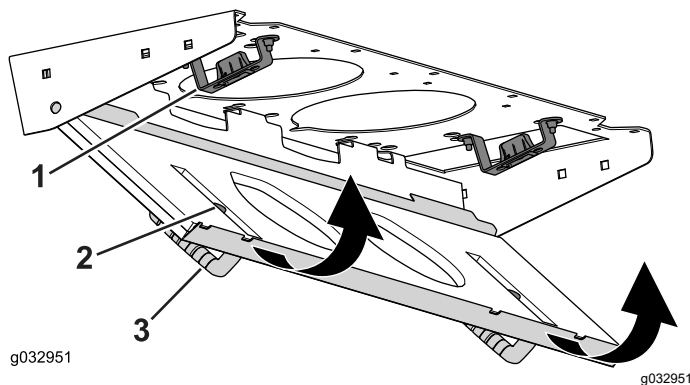

Bild 150
- Drehen Sie den Filterschirm um die Laschen, bis der Riegel in die Riegelhalterung (Bild 150) einrastet.